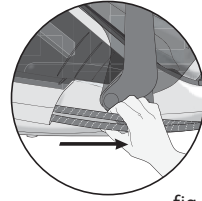

fig. 23
- Déroulez complètement le cordon électrique et sortez le cordon vapeur de son logement - **fig.23**.